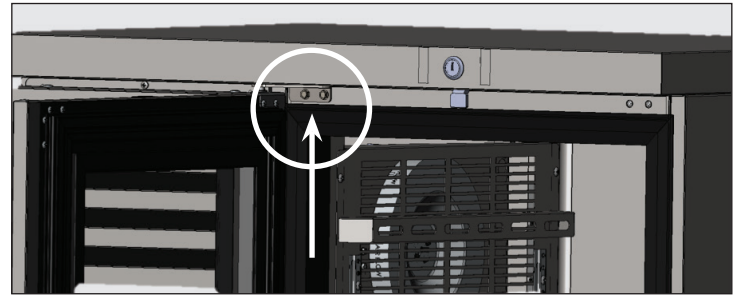

Abb. 1. Schrauben im oberen Türscharnier
1. Die Schrauben entfernen, mit denen der obere Scharnierwinkel vorn am Gerät befestigt ist. Die Schrauben entfernen. Siehe Abb. 1.